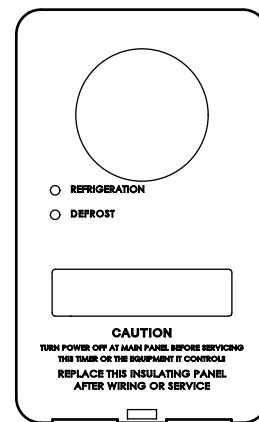

FIG. 2 Écran isolant existant
5. Retirer et mettre de côté le couvercle de l'écran isolant existant, le cas échéant. Voir FIG. 2.